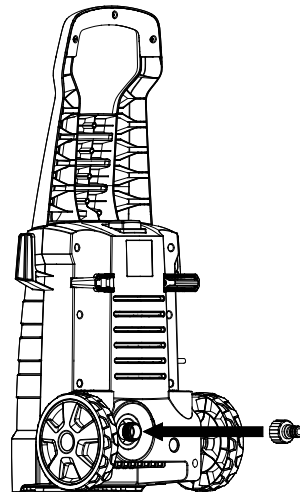

Рис. 3
8.1.2 Установите впускной штуцер (рис. 3).